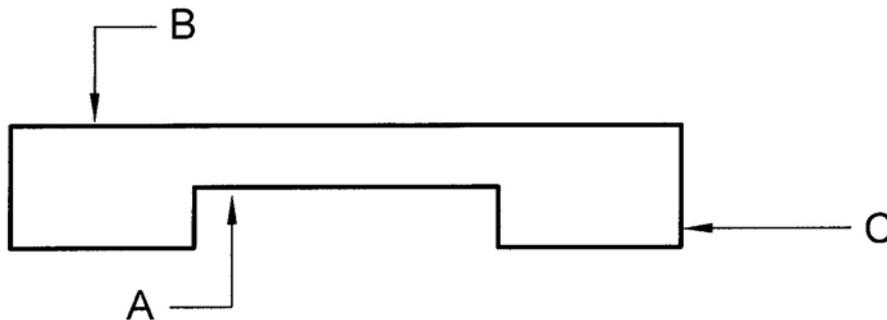

Figura 6
4. Indicar simbólicamente sobre la figura 6 dada, según normas, los siguientes acabados superficiales (1 punto):